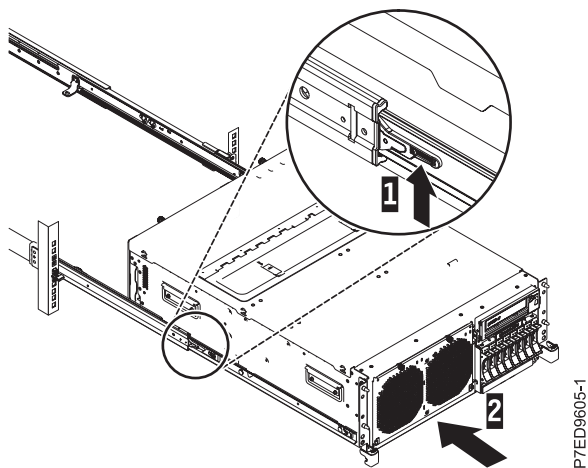

Figura 9. Mecanismos de cierre de desenganche y servidor
8. Levante los pestillos azules (1) de los rieles deslizantes y empuje el servidor (2) totalmente hacia el interior del bastidor hasta que quede encajado en su sitio, tal como se muestra en la Figura 9.